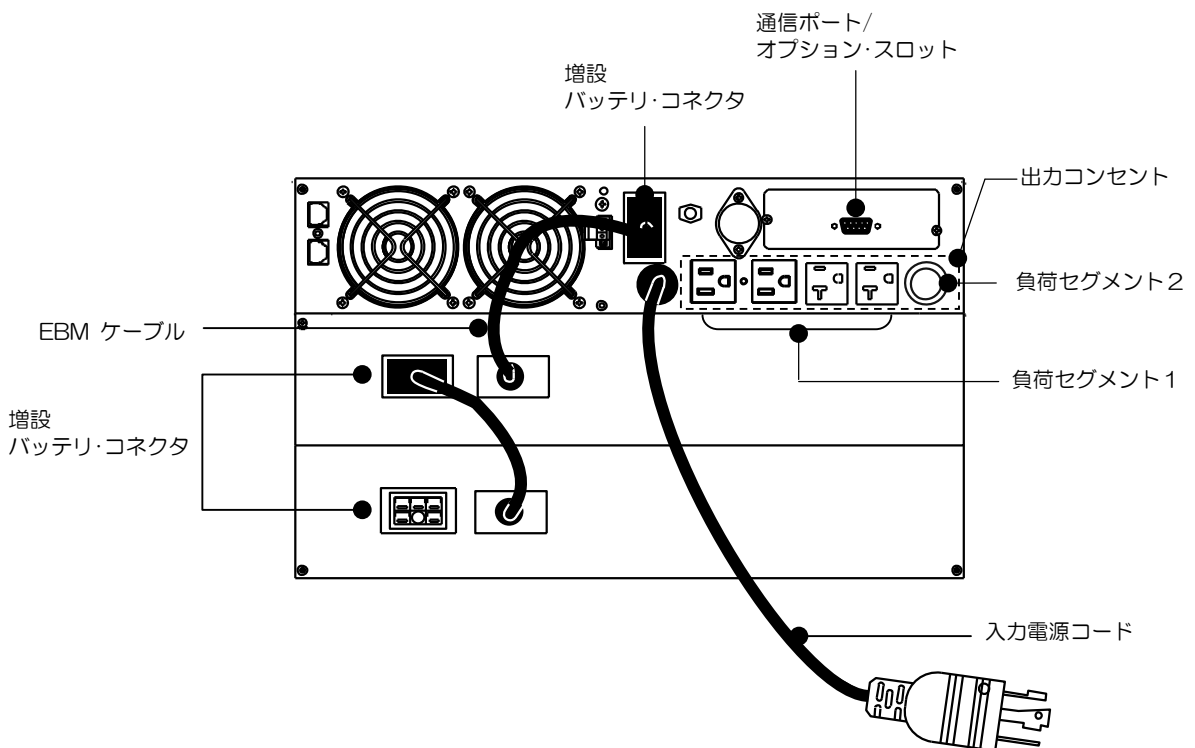

図 13. 代表的な UPS 設置形態
次の手順は、UPS の配線方法です。図 13 は、一般的な配線方法のみ示しています。リアパネルの構成は、2-4「UPS リアパネル」を参照して下さい。
1. オプションの EBM を設置する場合、EBM ケーブルを UPS リアパネルの増設バッテリーコネクタに差し込みます（図 13 を参照）。EBM を使用しない場合はステップ 3 に進んで下さい。